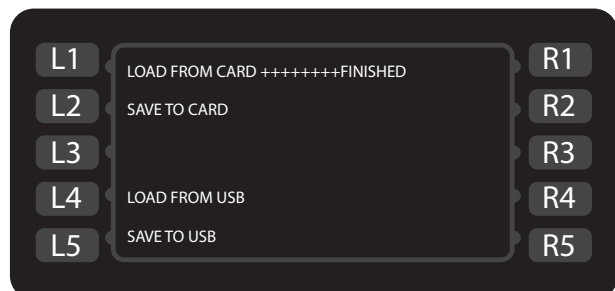

Figure 20 : Chargement...terminé
3. Assurez-vous que le four bippe et affiche FINISHED (TERMINÉ) (Figure 20).